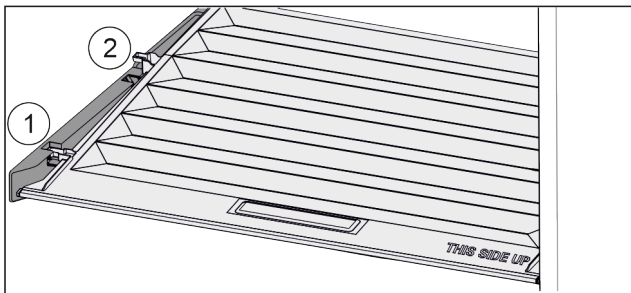

Fig. 131
- ▶ Deckel bis zur Öffnung in den Halteteilen nach vorne ziehen Fig. 131 (1).
- ▶ Hinten von unten anheben und nach oben wegnehmen Fig. 131 (2).